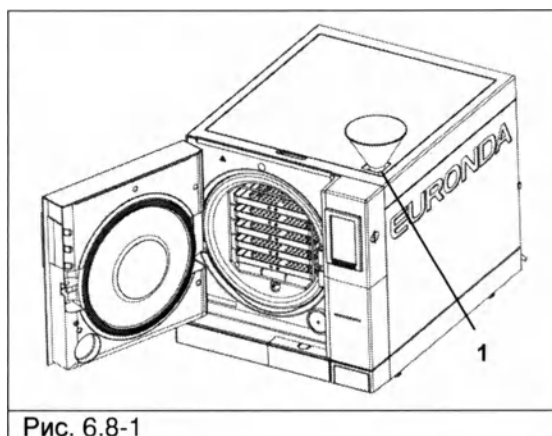

Рис. 6.8-1
2. Откройте заглушку в верхней крышке, установите прилагаемую воронку в отверстие (1 на рис. 6.8-1) и залейте необходимое количество дистиллированной воды. Никогда не наливайте воду выше отметки MAX в отверстии для подачи воды. Когда вода в баке достигнет максимального уровня, стерилизатор подаст звуковой сигнал, означающий, что бак полон. Воду также можно залить через деионизатор (опционально - см. Приложение 10). Чтобы верно установить и воспользоваться этой опцией см. руководство по эксплуатации деионизатора Aquafilter.